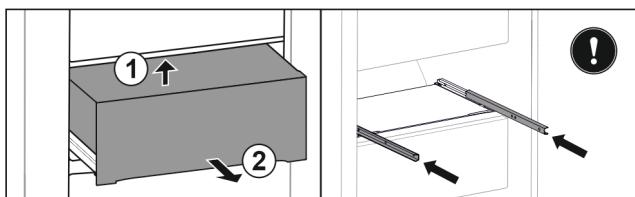

Fig. 49
- Predal dvignite od spodaj proti zadnji strani. Fig. 49 (1)
- Predal vzemite ven v smeri naprej. Fig. 49 (2)